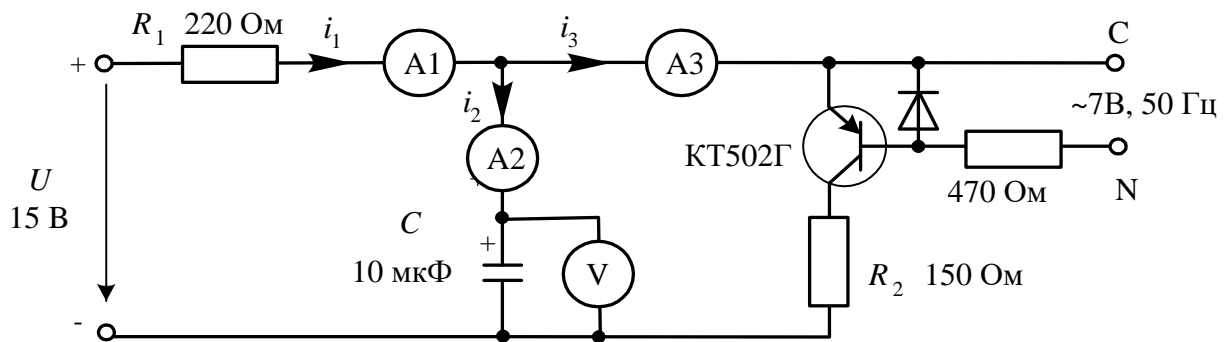

Рисунок 2 – Схема для исследования переходного процесса в цепи RC
2.1. Соберите цепь согласно схеме (рис. 2), включив в неё вместо изображенных измерительных приборов соответствующие гнезда коннектора. Обратите внимание на полярность электролитического конденсатора. Включите ос-